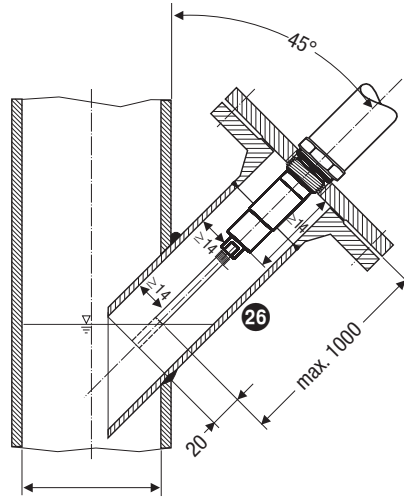

Fig. 17 Snedställd installation t.ex. i stigarledning i hetvattenpanna eller externt mätkärl. Anslutningsfläns DN 50
- Elektrodens lutningsvinkel får uppgå till maximalt 45°, elektrostavens längd är begränsad till 1000 mm. **Fig. 17**